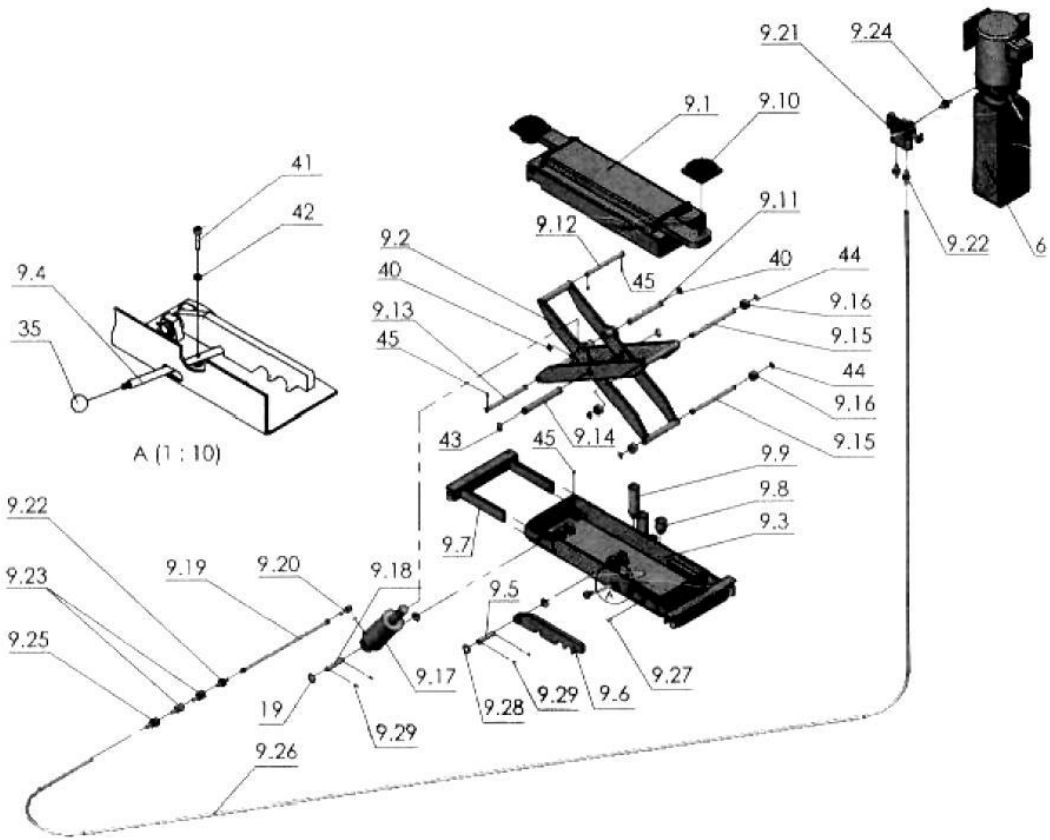

Рис.15
1. Рисунок: 15
- d. Если траверса не нужна, рукоятку клапана (9.21) следует переключить на шланг (52). Трапы можно будет поднять нажатием кнопки ПУСК и опустить, нажав рукоятку клапана (A8).